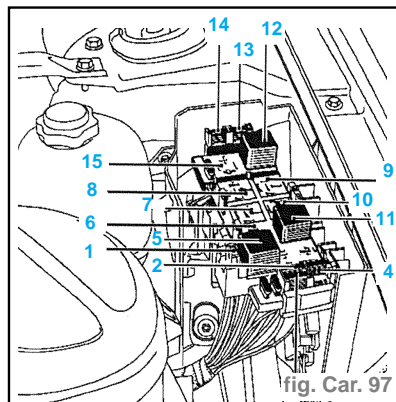

fig. Car. 97
- Il est situé côté gauche du véhicule, près du bocal de refroidissement d'eau. (fig. Car. 97)